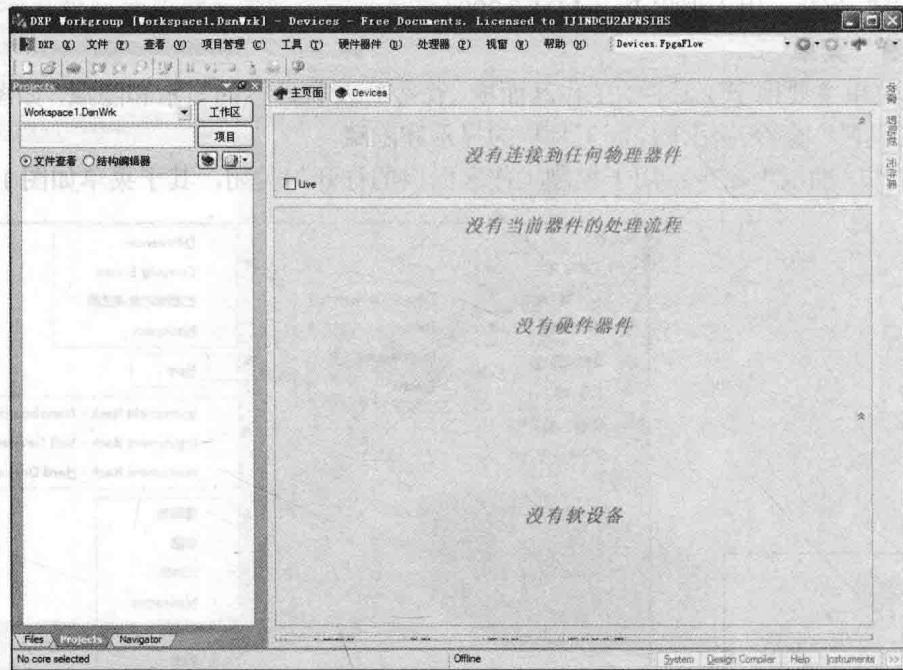

图 1-12 设备视图窗口
(4) “器件视图”命令：用于打开设备视图窗口，如图1-12所示。